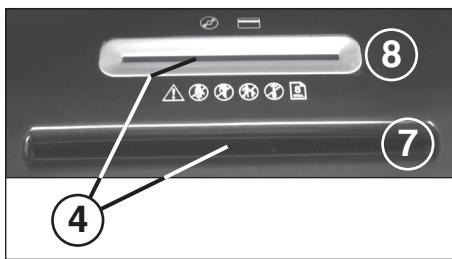

Рис. 2
(движение вперед) (рис. 2)
7 = Шахта для ввода бумаги (рис. 2)
8 = Защищенная вводная шахта (рис. 2)
Бумага подводится к режущему устройству через шахту (7) (рис. 2) для ввода бумаги.
Другие **носители информации** (CD, DVD или кредитные карточки) вводятся по одному в отдельную защищенную шахту (8) (рис. 2).